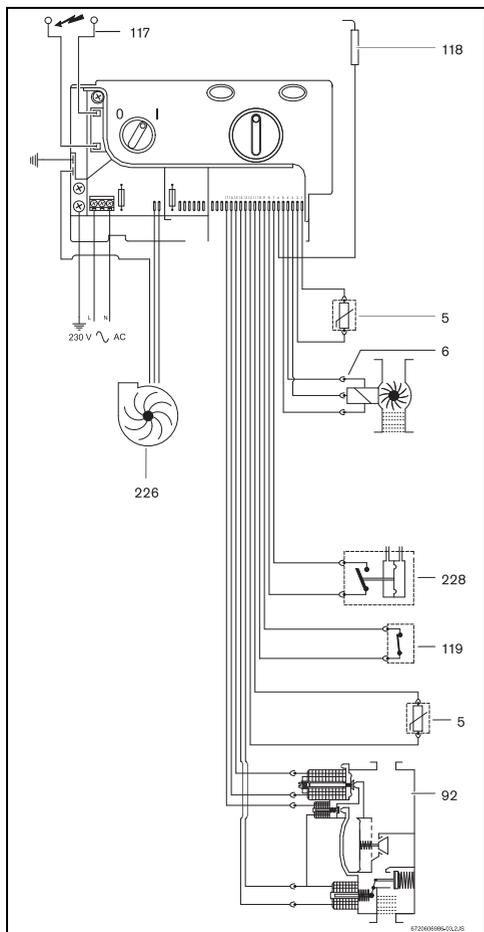

Рис. 2 Электрическая схема
Когда вентиль горячей воды открыт, датчик протока воды (рис. 2, поз. 6) посылает сигнал блоку управления. Этот сигнал инициирует следующие операции:
- одновременно работает запальный электрод, и газовый вентиль открывается (рис. 2, поз. 92).
- электрод ионизации (рис. 2, поз. 118) управляет состоянием пламени.